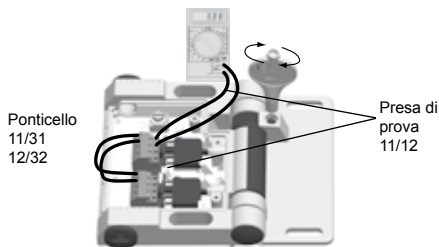

Fig. 5
3. Collegare entrambi i contatti NC in parallelo, il morsetto 11 con il 31 e il morsetto 12 con il 32 (Fig. 5).
4. Collegare il tester di continuità ai morsetti 11/12 dei contatti NC oppure utilizzare le prese di prova sui morsetti (Fig. 5).